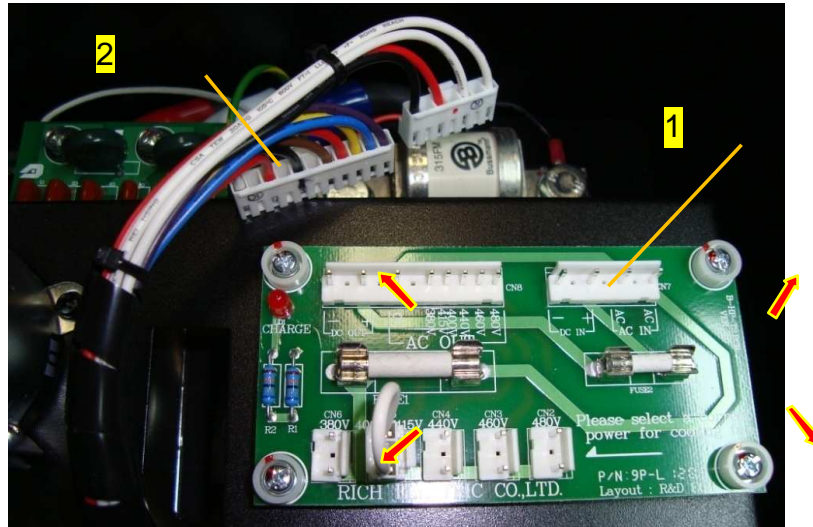

Рис. 7.22
7.15.1. Установить плату предохранителей 1 над резьбовыми отверстиями блока конденсаторов. Закрепить плату четырьмя винтами (рис. 7.22).